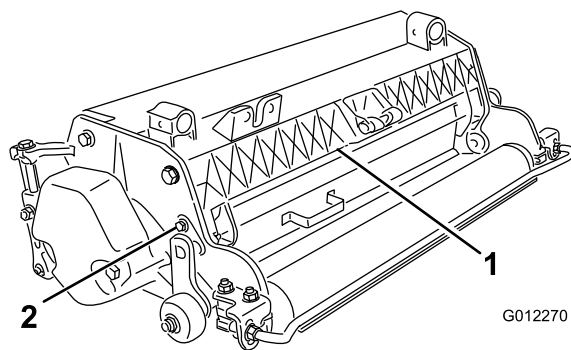

図 5
1. グラスシールドのピボットについているボルトをゆるめる 図 5。
2. グラスシールドを希望する高さに調節し、ボルトを締める 図 5。